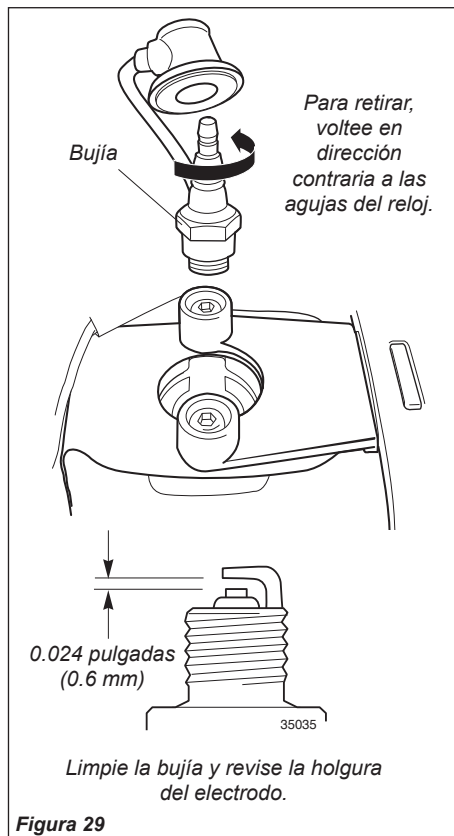

Figura 29
- Ajuste la distancia del electrodo a 0.024 pulgadas (0.6 mm). Si la bujía necesita ser reemplazada, use solamente una bujía Champion CJ8 o una bujía equivalente con resistencia al calor correct. Consulte la figura 29.